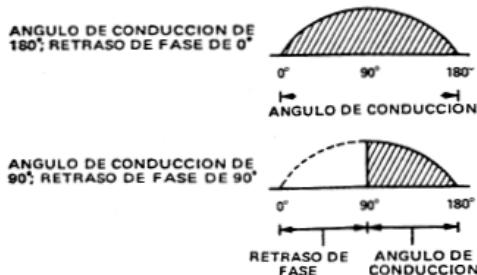

Fig. 4-2
- g) Véase a la *Fig. 4-2*. El ángulo de conducción es la cantidad de tiempo que *Q1* conduce en grados eléctricos. Registre los ángulos de conducción mínimo de *Q1* en su circuito.